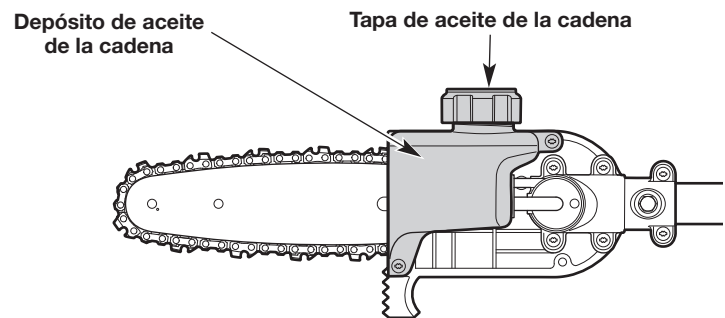

Fig. 9
1. **Coloque la unidad sobre una superficie plana y nivelada. Coloque la unidad con la tapa de aceite de la cadena mirando hacia arriba (Fig. 9).**
2. Asegúrese de que el depósito de aceite de la cadena esté lleno hasta la mitad como mínimo (Fig. 9). Si el nivel de aceite es demasiado bajo, agregue aceite para la barra y la cadena. Consulte *Llenado del depósito de aceite de la cadena*.
3. Desenrosque la tapa de aceite de la cadena (Fig. 9).